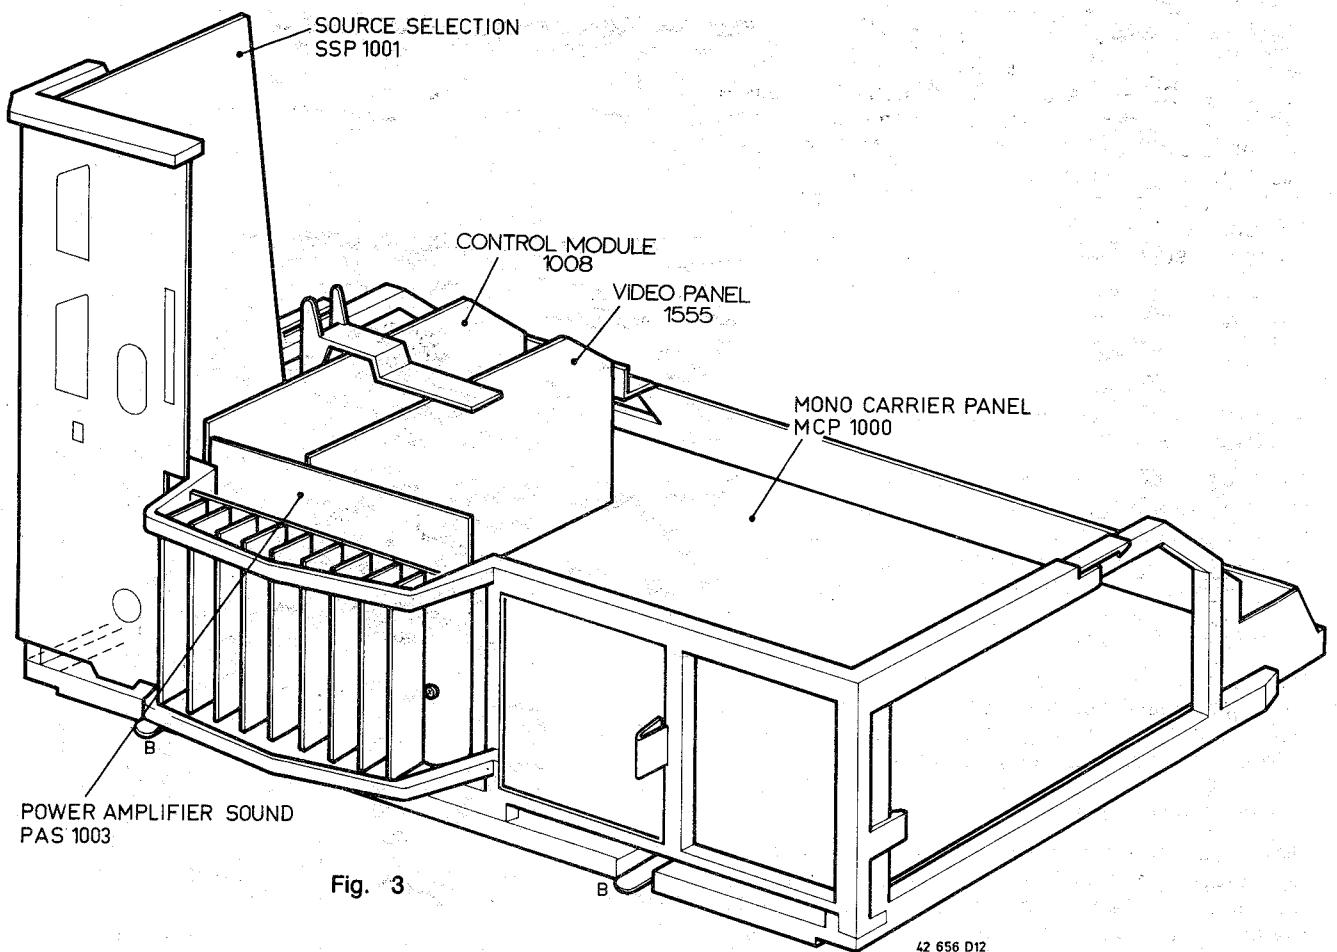

Fig. 3
**1. Die Servicestellung des Chassis (siehe Bild 3)**